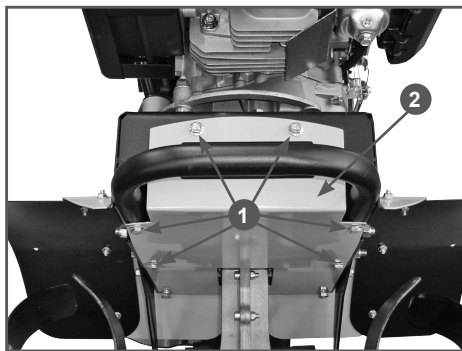

Рис. 25 Снятие передней крышки рамы
3. Открутите болты 1 крепления (6 шт.) и снимите переднюю крышку 2 рамы (Рис. 25).
Для визуального доступа к пружинам тросов включения хода необходимо снять переднюю крышку рамы (Рис. 25).